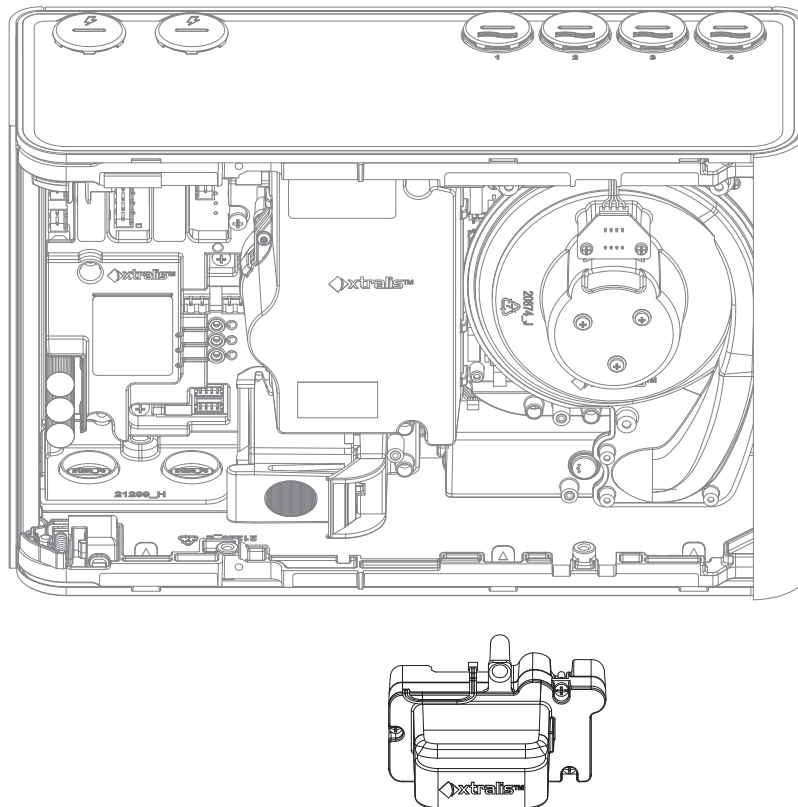

Figure 7-23: Retirer le module de prélèvement
5. Retirez le module de prélèvement. Veillez à inclure le joint en caoutchouc sur la base du module de prélèvement (Figure 7-23).